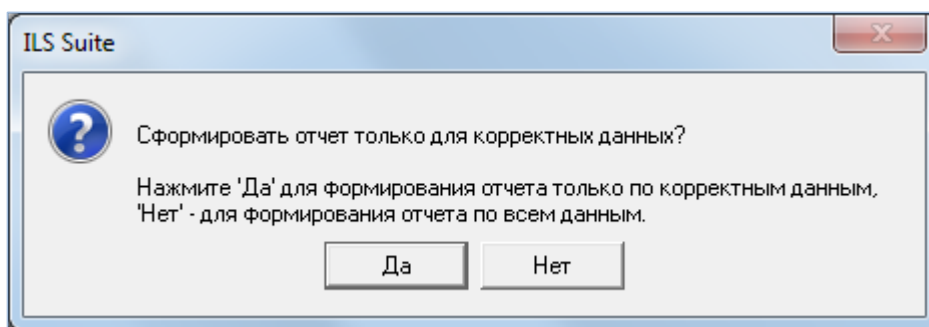

Рис. 13-334 – Диалоговое окно
5) Отображается диалоговое окно для выбора типа данных, корректных или всего объема данных, используемых при формировании отчета. Нажать кнопку «Да» для выбора корректных данных для отчета (рис. 13-334).